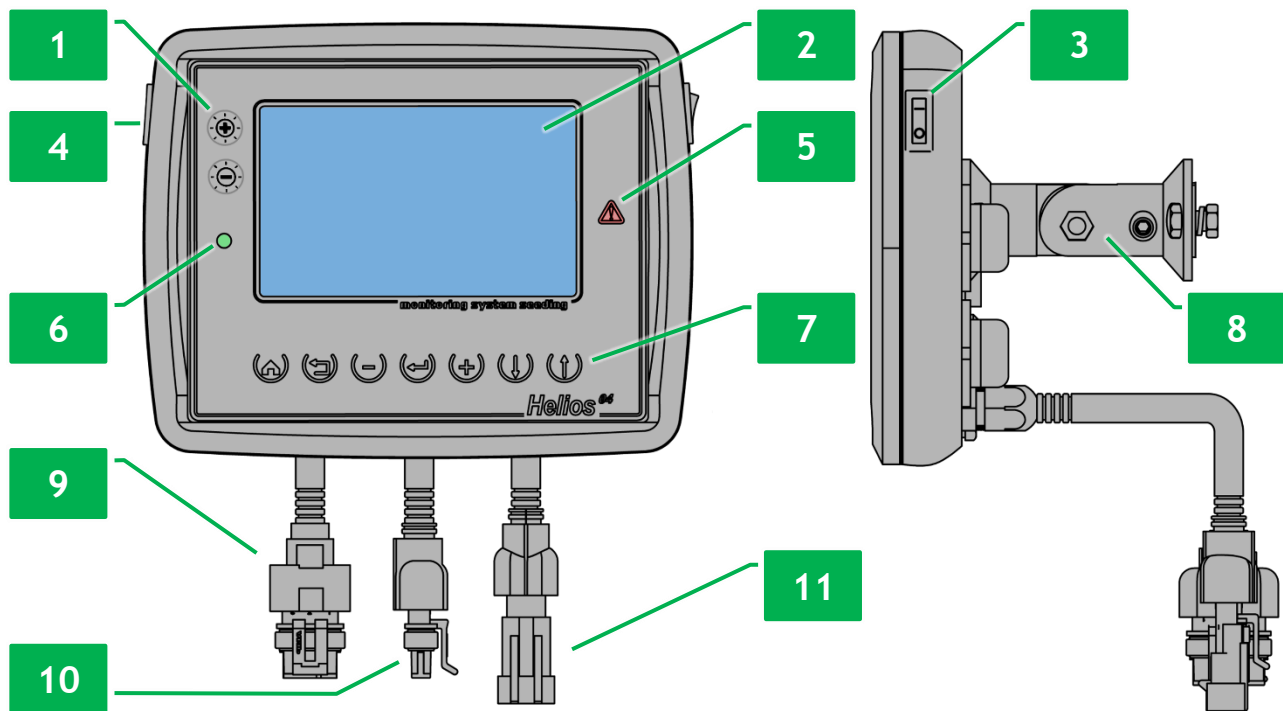

Рисунок 1 Панель оператора
Внешний вид и органы управления панели оператора изображены на «Рисунок 1». Панель оператора состоит из следующих элементов:
- выключатель питания (см. Рисунок 1 п.3);
- индикатор питания (см. Рисунок 1 п.6);
- кронштейн крепления панели оператора (см. Рисунок 1 п.8);
- кнопки управления панелью оператора (см. Рисунок 1 п.1 и п.7). Их графическое обозначение, название и краткое описание содержатся в «Таблица 1».
- экран панели оператора (см. Рисунок 1 п.2).
- разъем для установки карт памяти формата microSD (см. Рисунок 1 п.4).
- кабельный ввод жгута датчика скорости движения (см. Рисунок 1 п.9).
- кабельный ввод жгута связи RS-485 (см. Рисунок 1 п.10).
- кабельный ввод жгута питания (см. Рисунок 1 п.11).
- индикатор аварии (см. Рисунок 1 п.5).
⁵ Аварийный световой индикатор показан на «Рисунок 1», п.5